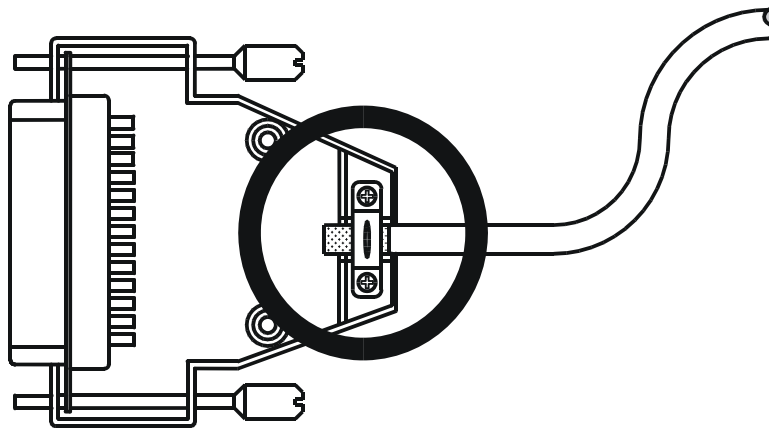

Abb. 2: EMV-konformer Schirmanschluss bei Sub-D-Steckern
- Verwenden Sie nur metallisierte Stecker, zum Beispiel Sub-D mit metallisiertem Gehäuse. Auch hier ist auf direkte Verbindung der Zugentlastung mit dem Gehäuse zu achten (siehe Abb. 2).